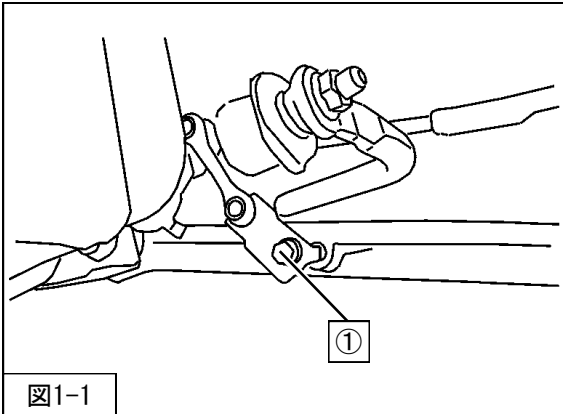

図1-1
2. ①ハイトコントロールセンサ取付ボルトを取外してください。(図1-1)